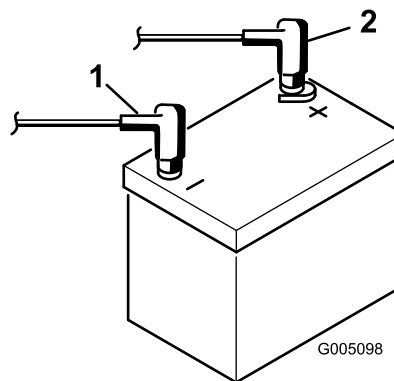

Figure 7
- Raccordez le câble positif (rouge) de la batterie à la borne positive (+) et le câble négatif (noir) à la borne négative (-) et fixez-les en place avec les boulons et les écrous (Figure 7). Placez le capuchon en caoutchouc sur la borne positive pour éviter les courts-circuits.